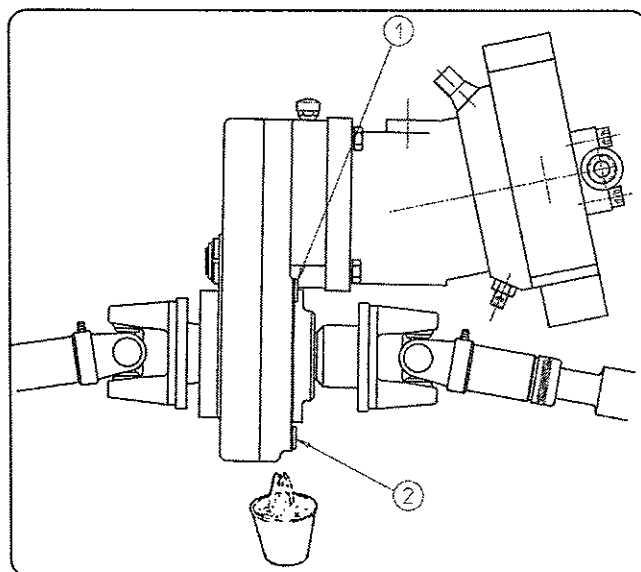

fig. 23
- 4) SUSTITUIR el aceite de la caja de transferencia. Para ello soltar el tornillo nivel 1 y el tapón de vaciado 2 (Fig. 23) y recoger el aceite en un recipiente adecuado. Una vez vaciado todo el aceite colocar el tpon de vaciado, llenar con aceite nuevo, a través del agujero del tornillo nivel hasta que rebose por el agujero. Apretar fuertemente el tornillo nivel y tapón de vaciado. Posteriormente repetir esta operación CADA 1000 HORAS DE TRABAJO
- 4) REPLACE the oil of the transference box. To do it, release the level nut 1 and the empty top 2 (Fig. 23) and keep the oil into an addecuade tank. Once empty all the oil place the empty top, fill with new oil, through the hole of the level nut up to it overflows. Tighten strongly the level nut and empty top. Afterwards, repeat this operation EVERY 1000 HOURS OF WORKS.
- 4) REMPLACER l'huile de la boîte de transfert. Pour cela, ôter la vis de niveau 1 et le bouchon de vidange 2 (Fig. 23) et recueillir l'huile dans un récipient adapté. Une fois toute l'huile vidée, placer le bouchon de vidange, remplir avec de la nouvelle huile par le trou de la vis de niveau jusqu'à ce qu'elle déborde du trou. Serrer fortement la vis de niveau et le bouchon de vidange. Ultérieurement, répéter cette opération TOUTES LES 1000 HEURES DE TRAVAIL.